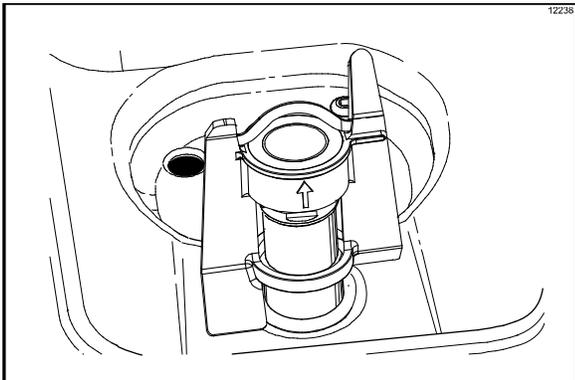

Figure 52
**Important :** Remplir le réservoir de mélange jusqu'au repère de niveau de remplissage qui se trouve sur la pale de l'agitateur (Cf. Figure 52).